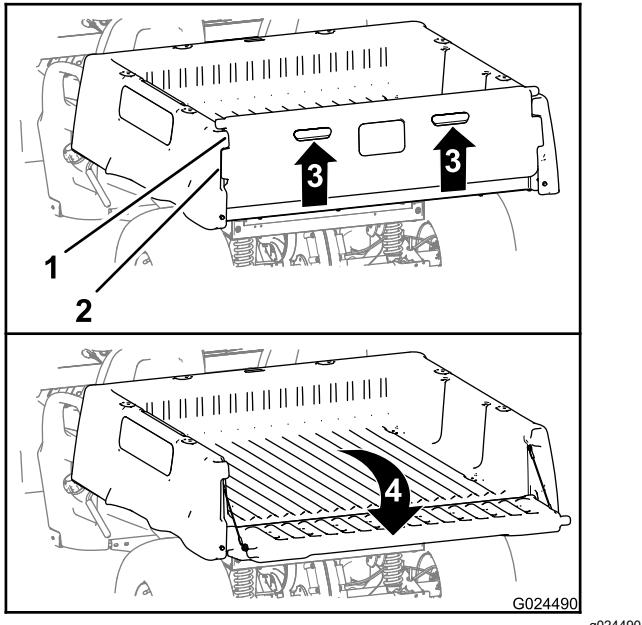

Figura 16
2. Sollevate gli elementi di spinta nel pannello posteriore della sponda (Figura 16).
3. Allineate le flange di bloccaggio della sponda alle aperture tra le flange della sponda posteriore del pianale (Figura 16).
4. Ruotate la sponda posteriore indietro e in basso (Figura 16).
6. Ruotate verso l'alto e in avanti la sponda posteriore, fino a quando le flange di bloccaggio della sponda non sono a livello della tasca della sponda nel pianale (Figura 16).
7. Abbassate la sponda fino a quando non è in sede nella parte posteriore del pianale (Figura 16).